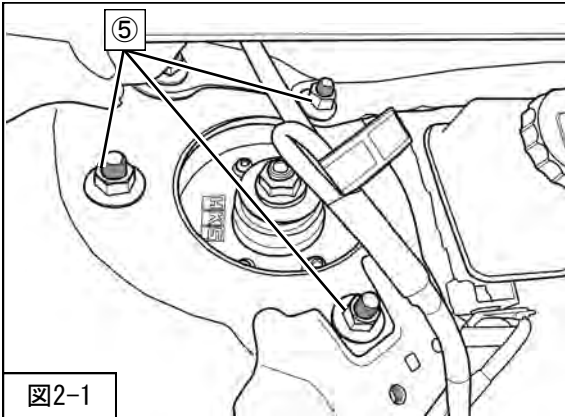

図2-1
を車両に取付けてください。(図2-1)
1. バンプラバー (純正部品) の斜線部分を切除してください。(図2-1)